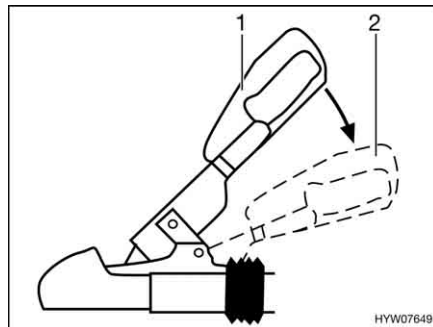

Fig. 193 Poignée de stabilisation
- Activer l'installation du dispositif de stabilisation. Appuyer la poignée d'attelage en position fermée (Fig. 193,1) jusqu'à la butée vers le bas (Fig. 193,2).